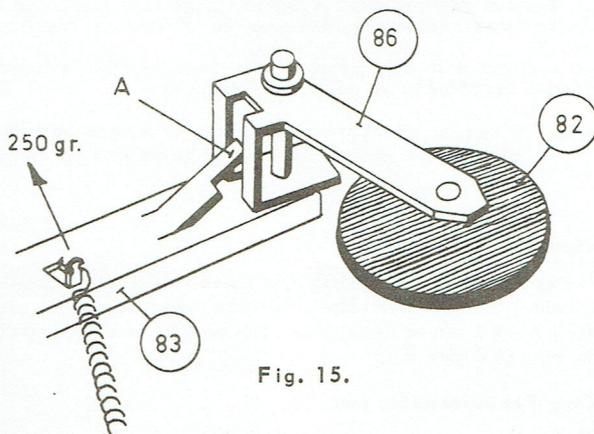

Fig. 15.
**Sélecteur de vitesses, Voir figure 15.**
Mettre l'appareil sur une vitesse de 2,4 cm/sec. La force, mesurée sur le point C, doit être comprise entre 250 g., voir la figure 15.